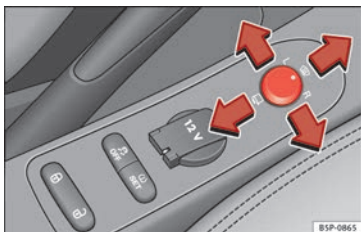

Bild 73 Reglage för sidobackspeglar.
1. För vredet » **bild 73** till läget **L** (vänster sidospegel).
- Vrid reglaget framåt » **bild 73** så att backspeglarna med uppvärmning värms upp och den uppvärmbara vindrutan* i torkarbladens viloområde aktiveras » **Sidan 83**.
- Vrid på volymkontrollen » **bild 73** till läget  för att fälla in sidospeglarna. Sidospeglarna ska alltid fällas in om du kör igenom en automatisk biltvätt. På så sätt förhindrar du skador på dem.